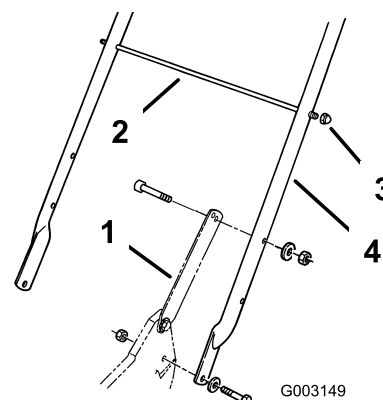

Figure 3
1. Fixez le guidon à l'extérieur du carter du plateau de coupe (en vous servant du trou inférieur) avec 2 boulons (5/16 x 1-1/4 pouces), rondelles et contre-écrous minces (5/16 pouce) (Figure 3).
2. Fixez les pattes de verrouillage au guidon avec 2 boulons (5/16 x 1-1/2 pouces), rondelles et contre-écrous (5/16 pouce) (Figure 3).
serrez un contre-écrou borgne à chaque extrémité (Figure 3).